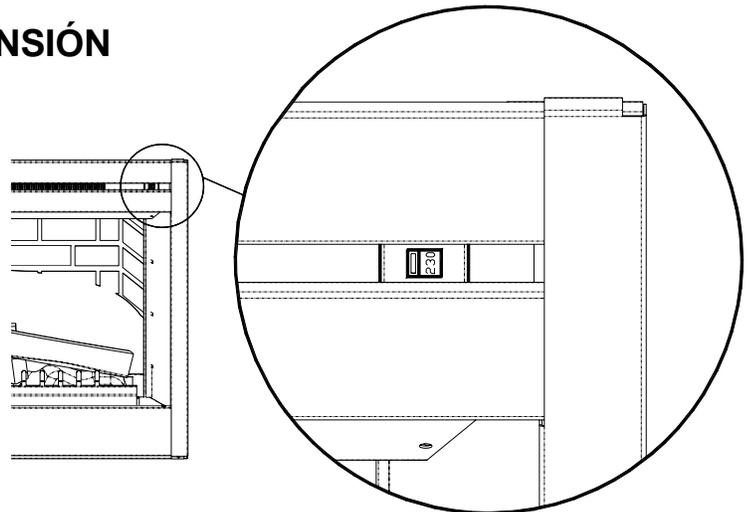
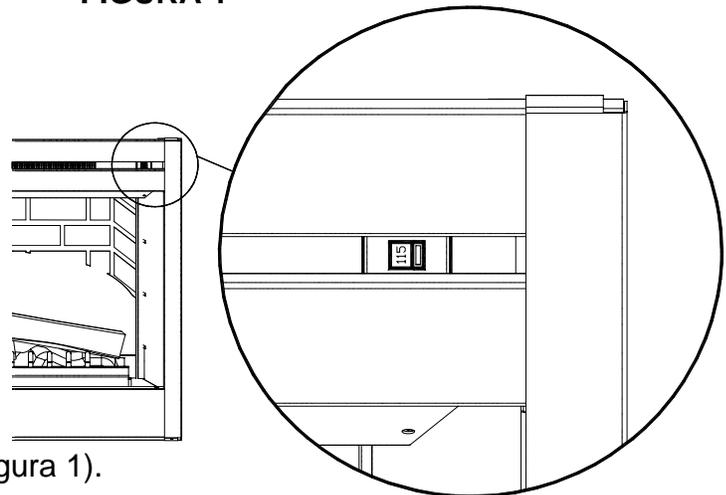

FIGURA 1
FIGURA 2
6. El producto posee cables de fábrica para un suministro de energía de 208/240 voltios (véase figura 1 en la página 3). Si es necesario que funcione con 120 voltios, abra el interruptor y modifique el cableado (véase figura 2 en la página 3). Los cables L1, L2, N y G están conectados a la parte trasera del sujetacables de la caja de conexiones para un mejor acceso.
Cuando coloque en el aparato cables para 208/240 voltios, el selector de tensión deberá situarse en la posición de 230 voltios (véase figura 1).
Cuando coloque en el aparato cables para 120 voltios, el selector de tensión deberá situarse en la posición de 115 voltios (véase figura 2).
1. Localice el selector de tensión en el interior del panel de escape, situado en la esquina superior derecha del aparato. (véase figura 1 en la página 3).
1. Localice el selector de tensión en el interior del panel de escape, situado en la esquina superior derecha del aparato. (véase figura 2 en la página 3).
1. Localice el selector de tensión en el interior del panel de escape, situado en la esquina superior derecha del aparato (véase figura 2 en la página 3).
1. Localice el selector de tensión en el interior del panel de escape, situado en la esquina superior derecha del aparato (véase figura 1 en la página 3).